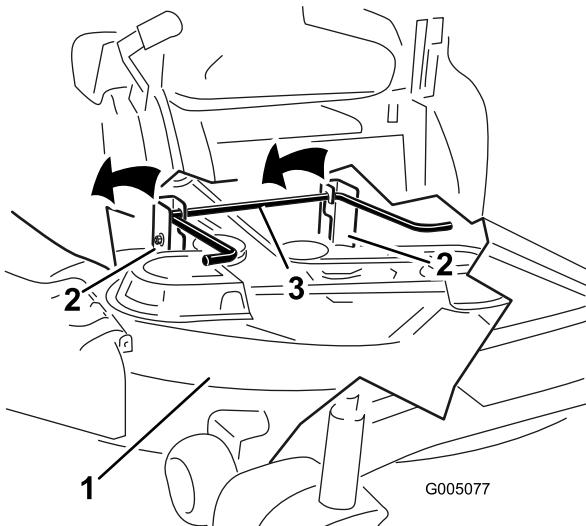

Bild 66
6. Heben Sie das Mähwerk und die Hängeprofile über die hintere Hubstange und senken Sie das Mähwerk vorsichtig auf den Boden ab (Bild 66).
5. Heben Sie das Heck des Mähwerks an und führen Sie die Hängeprofile über die hintere Hubstange (Bild 66).